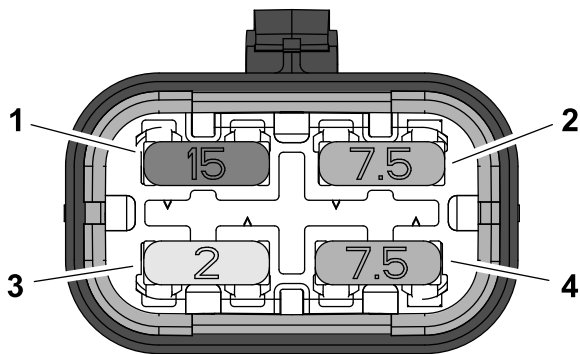

Figura 43
- Introduceți o sigurană nouă în fanta blocului de sigurană (Figura 43).